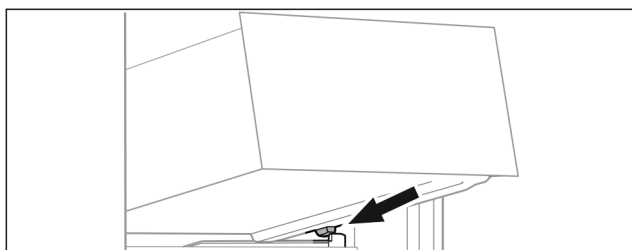

Fig. 60
- ▶ Наклоняя вниз, установите выдвижной ящик за стопоры на контейнерное ребро. (см. Fig. 60)